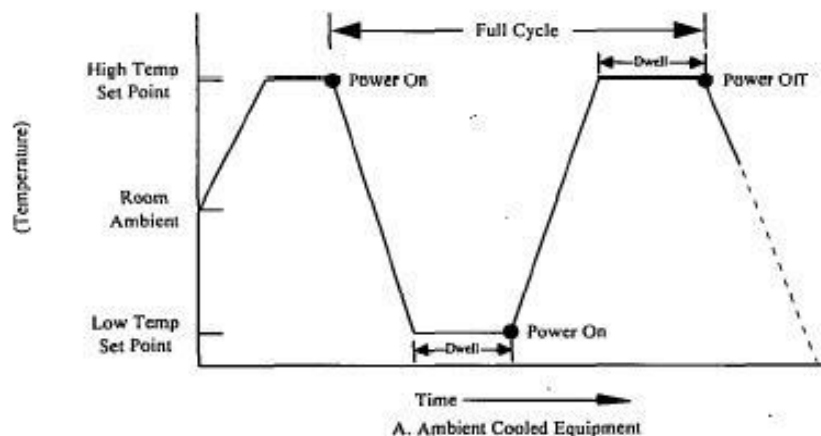

Figure 3: exemple de cycles
Le cycle thermique (plus vibrations) doit être effectué pendant 12 cycles pendant au moins 40 heures pour la période sans défaut préalable. L'objectif de cette période est d'éliminer les défaillances précoces. La durée du cycle doit être ajustée en fonction des produits réels et de l'efficacité du test. La durée recommandée pour le cycle est de 3 heures 20 minutes avec une montée et une descente en température de 10 °C par minute. Une période supplémentaire sans défaut sera effectuée afin de vérifier que seules des défaillances aléatoires se produisent (les défaillances précoces doivent être éliminées pendant la première période). Le taux de défaillance doit alors être conforme au taux de défaillance aléatoire attendu pour l'équipement. En d'autres termes, pendant la période sans défaut, l'équipement doit fonctionner sans défaillance. En utilisant une procédure de boucle de rétroaction, nous pouvons déterminer si le programme de sélection doit être modifié. La durée maximale du dépistage doit être de 120 heures, dont 40 heures de période sans défaut. Des cycles de mise sous tension/hors tension seront effectués afin de soumettre l'équipement à des contraintes électriques, comme indiqué dans la figure 3 (voir IPC9592). De l'air sec sera utilisé afin de contrôler l'humidité à l'intérieur de la chambre climatique (pour éviter le développement d'humidité et les courts-circuits dus à l'humidité).
- Les cycles de mise sous tension et hors tension sont effectués à chaque cycle, comme illustré à la figure 3.